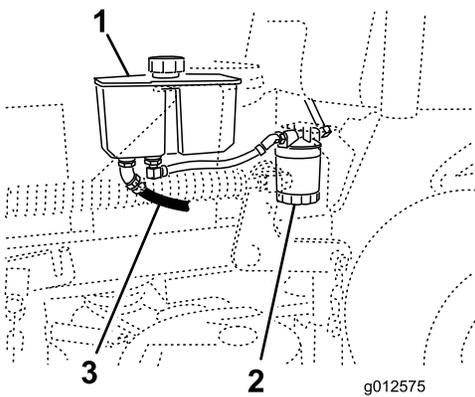

図 75
4. 油圧オイルタンクの下にある前油圧ホースを探し出し、その下にオイル受け容器を置く (図 75)。